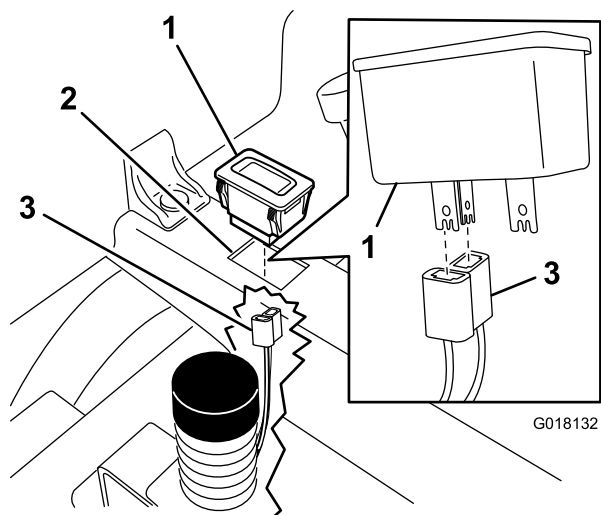

Bild 1
5. Bauen Sie den Betriebsstundenzähler im Ausschnitt ein (Bild 1).
Hinweis: Stecken Sie die zwei vertikalen Phasen des Betriebsstundenzählers in die zwei Schlitze im Betriebsstundenzähleranschluss, wie in Bild 1 dargestellt.